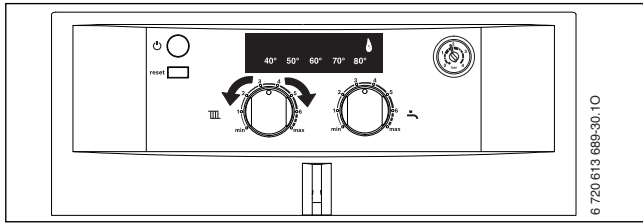

Рис. 30
- ▶ Отвернуть уплотнительный винт измерительного штуцера давления перед форсунками (1) (→ стр. 22) и подсоединить U-образный манометр.
- ▶ Установить регулятор температуры горячей воды в среднее положение (→ рис. 30).